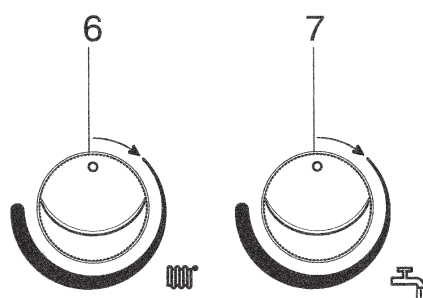

Figura 18A
- 1) rotiți butoanele 6 și 7 (figura 1) în sens antiorar, poziționându-le la valoarea minimă, așa cum se ilustrează în figura 18A;